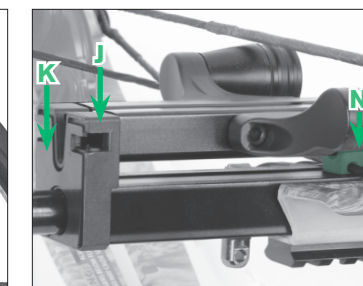

FIGURE 4
- 1b** Glissez la glissière du câble dans l'ouverture à l'extrémité du rail tout en glissant la corde le long de la partie supérieure du rail. (Fig. 4)
- 1c** Attachez le joint d'étanchéité du couvercle de joint au couvercle de joint. Glissez le capuchon du joint sur le rail. (Fig. 4)